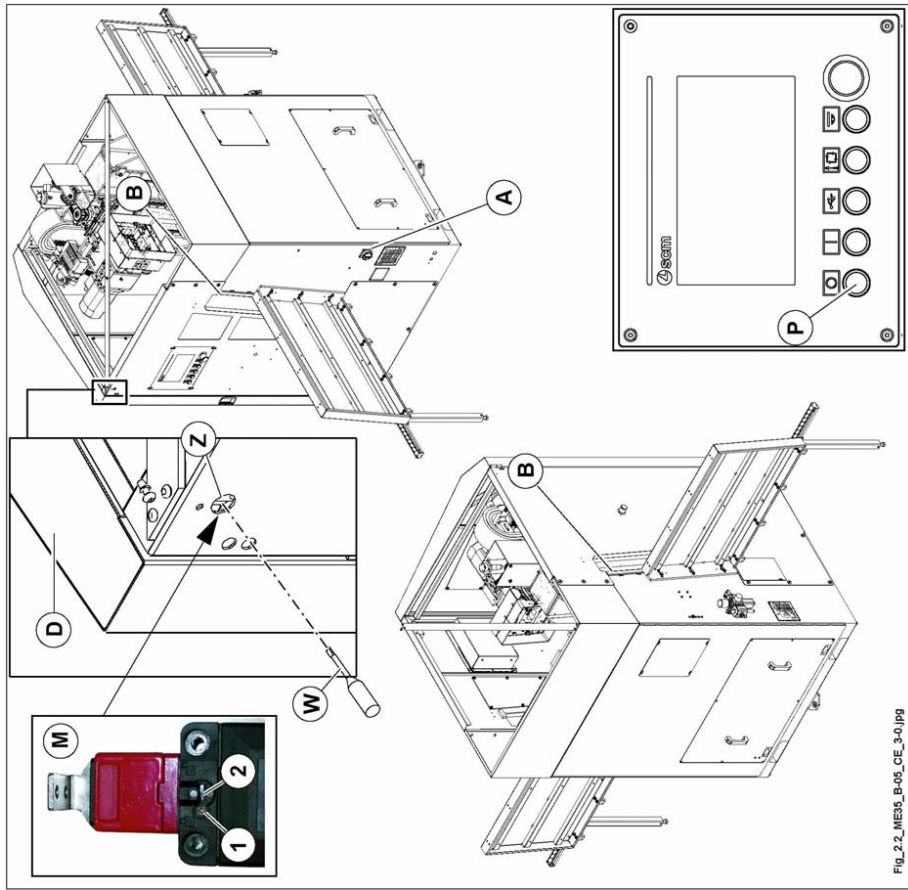

Fig. 2.2_MESS_B-05_CE_3-0.jpg
2.2 ANORDNUNG UND BESCHREIBUNG DEN SICHERHEITSVORRICHTUNGEN (ABB. 2.2)
(Abb. 2.2, 0/0)